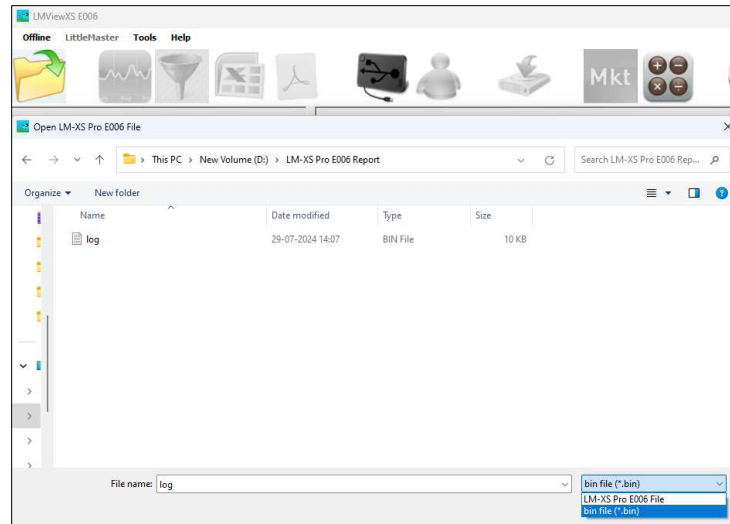

Figure 26 Ouvrez les données de journal téléchargées
- Cliquez sur le bouton « **Ouvrir le lot téléchargé** »  pour ouvrir le fichier de données journal copié de l'enregistreur de données à partir de l'emplacement stocké, comme illustré à la figure 26.